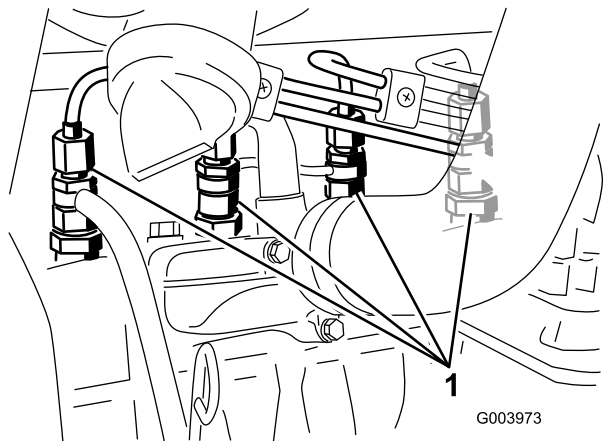

图57
1. 松开与 1 号喷嘴和固定器组件的管道连接（图 57）。